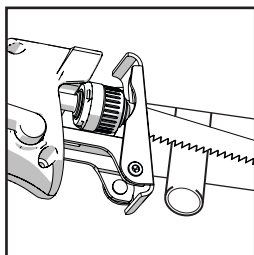

Fig. 11
- Tăiați încet prin piesa de lucru, permițând pânzei flexibile să se curbeze după cum este necesar. (**Fig. 11**).